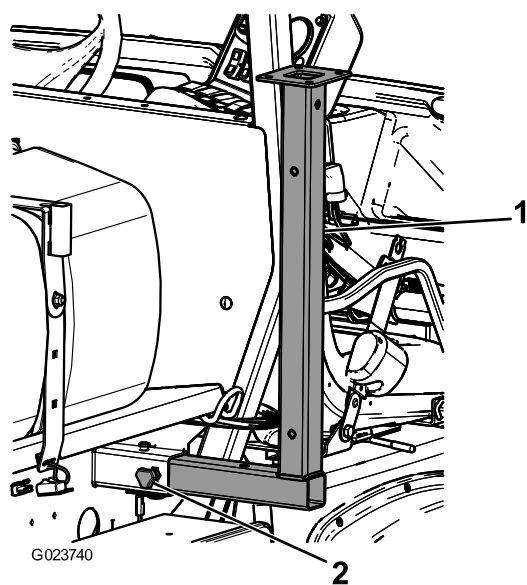

Figura 47
1. Insira os macacos frontais de cima para baixo na estrutura perto dos pontos de fixação frontais (Figura 47).